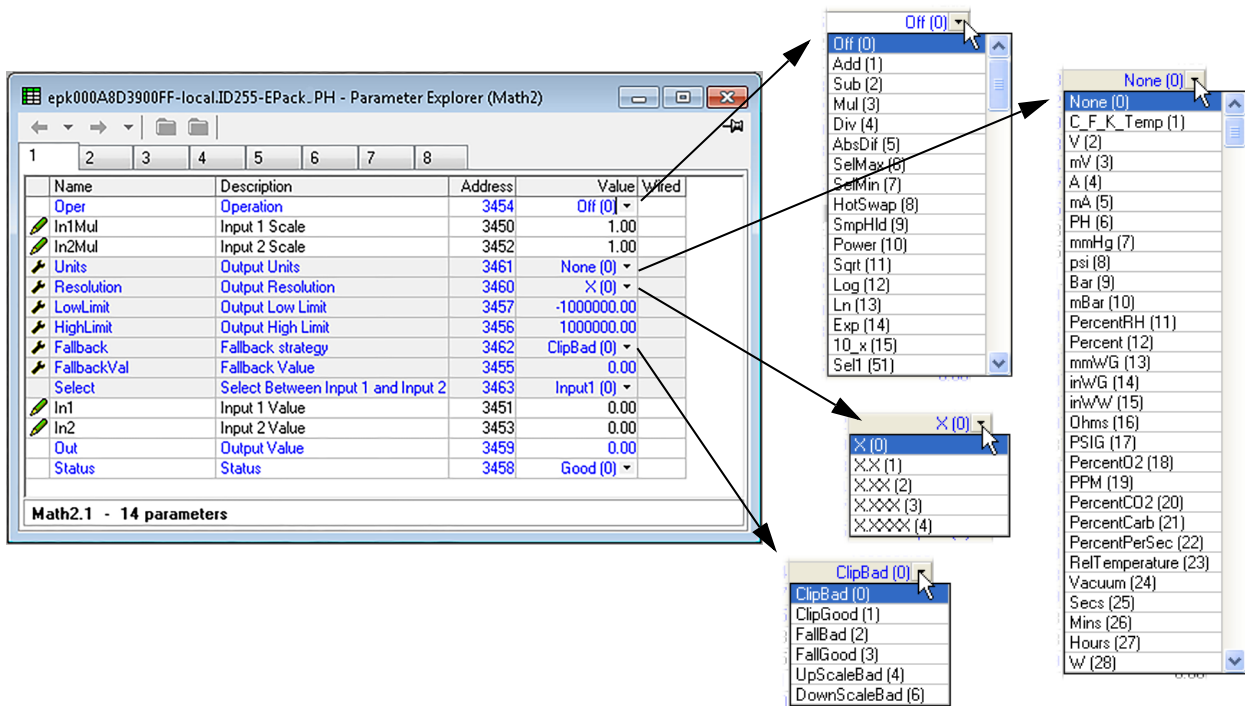

Figura 79 Página de configuración de Maths2
| In1(2) Mul Units |                     | El factor de escala que se aplica a la entrada uno (dos). Permite al usuario elegir las unidades de la salida (consulte figura 79).                                     |